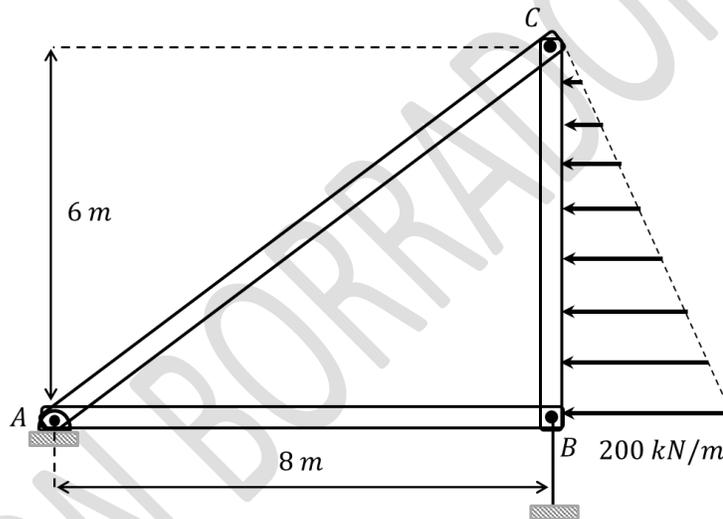

Fig. 7.16.
7.9.- Determinar el valor de las fuerzas internas en C del armazón que muestra la Fig. 7.16 sometido a una fuerza distribuida en el elemento BC y sujetado mediante una cuerda en B.